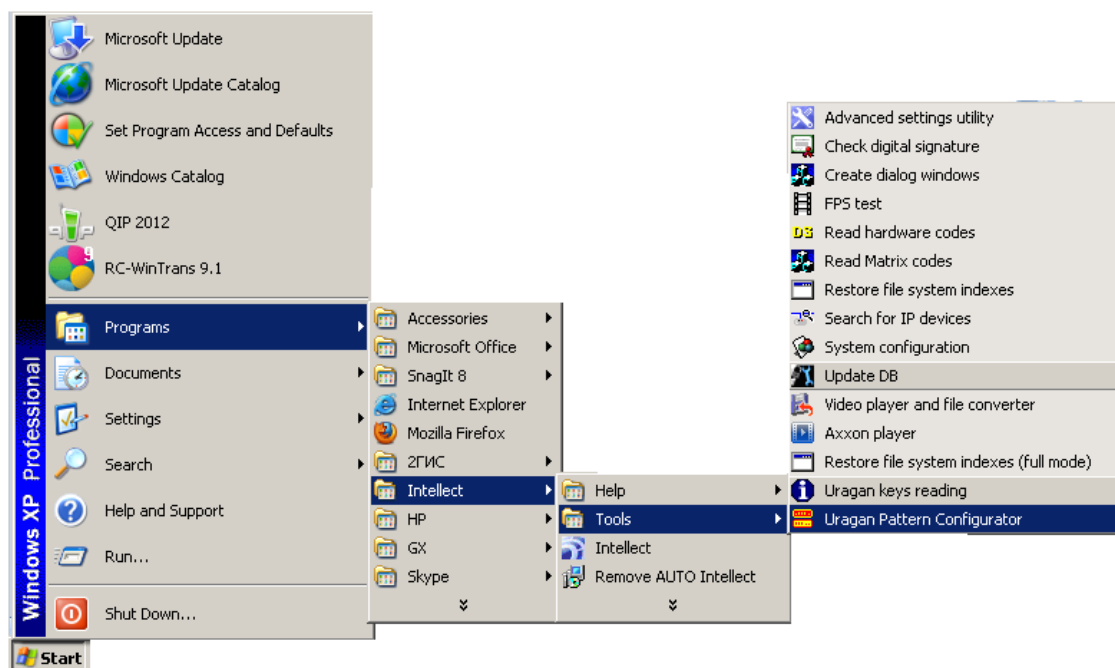

Fig. 12.3—1 Start the PatCfgr.exe utility
1. Start the utility from the Start menu. Click «Start», then «Programs», then «Intellect», then «Utilities», then «Uragan Pattern Configurator» (Fig. 12.3—1).